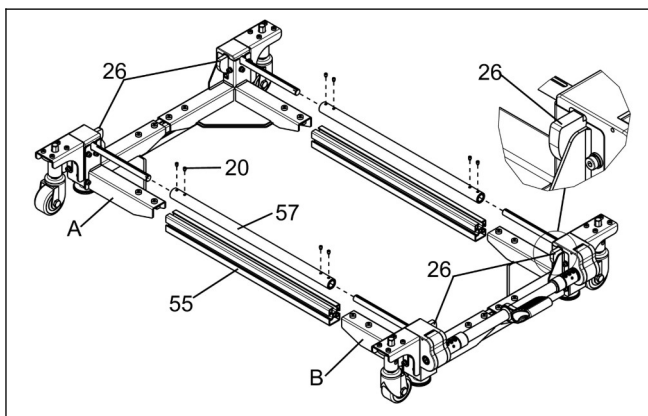

图 15
c.将长侧轨“55”、联轴器“57”两端分别插入后角架组件“A”与前角架组件“B”；将所有凸轮“26”向上转动至极限；将紧固件“20”旋入联轴器“57”孔内。（见图 15）